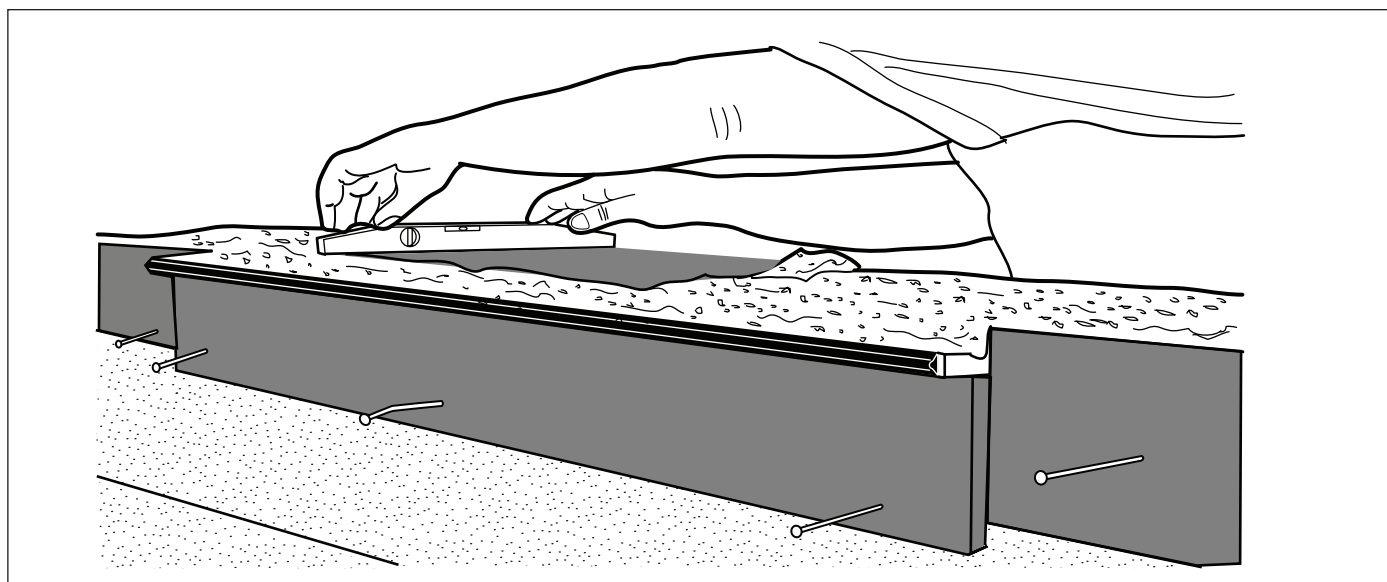

Figure 8. Lisser la surface en allant vers l'arrière de la cascade
4. Appliquer 1,6 cm (5/8 pouce) de finition de ciment sur le dessus, les côtés et l'arrière de la cascade pour encastrer l'unité. Incliner la surface supérieure légèrement vers l'arrière, ¼ de bulle sur le niveau. Se référer à la Figure 8.